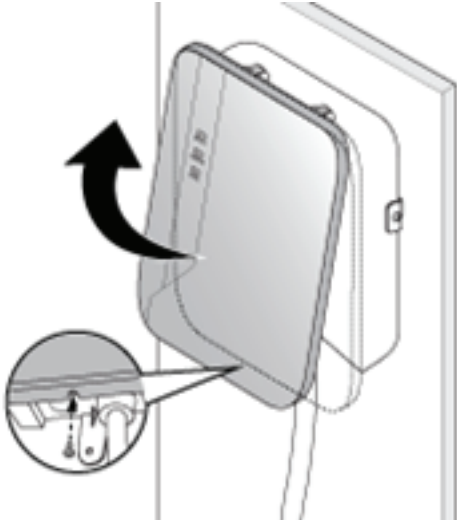

Figure 4-4.
6. Voir Figure 4-4. Déposez la vis située en bas du capot de protection avant.